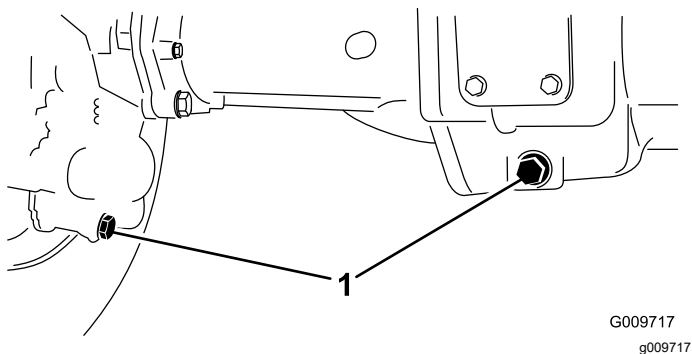

Figure 81
2. Nettoyez la surface autour des 3 bouchons de vidange, 1 à chaque extrémité et 1 au centre (Figure 81).